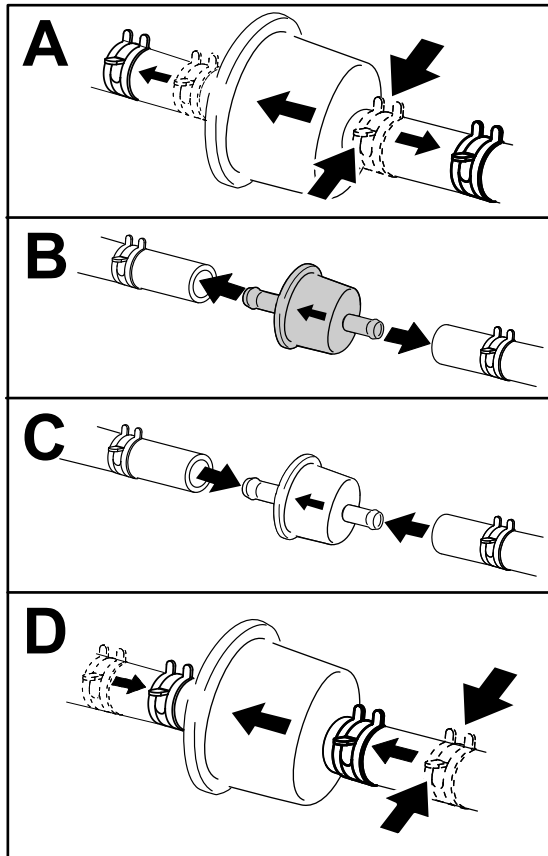

Bild 48
3. Tauschen Sie den Kraftstofffilter aus (Bild 48).